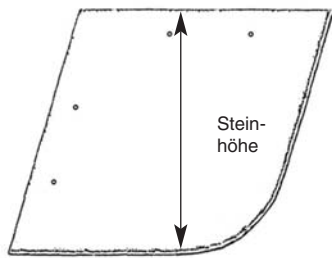

Abbildung 1a
1.1 Die **WARIO®** Schablonen sind Decksteine, die aus dem Rhombus mit symmetrischer Eckabrundung (29% der Steinhöhe) hervorgehen (Abb. 1a und 1b). Decksteine mit anderen Eckabrundungen sind Sonderformate.
1.4 Die Steinhöhe der **WARIO®** Schablone wird an der Ferse, im rechten Winkel zum Fuß, gemessen (Abb. 1a).